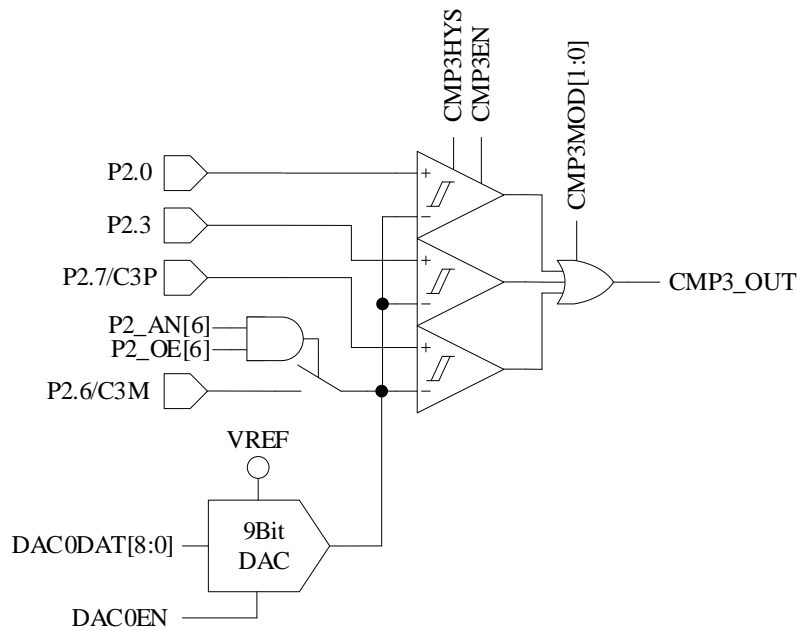

图 29-4 三比较器输入模式
- 配置 CMP\_CR1[CMP3MOD] = 1X，CMP3 为三比较器输入模式，具体输入输出端口接法如图 29-4 所示